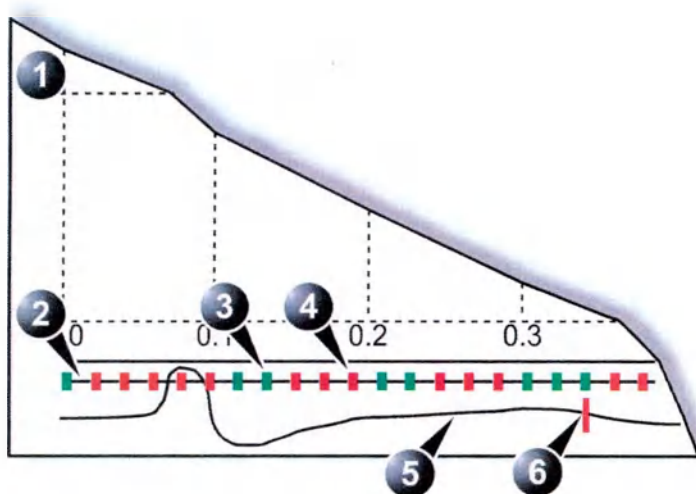

Рис. 9-2. Блокировка кадров
1. Наведите курсор на маркер кадра, который требуется заблокировать, под окном *анализа* (см. Рис. 9-2).
2. Наведите курсор на маркер нужного кадра в одном из сердечных циклов (см. Рис. 9-2).